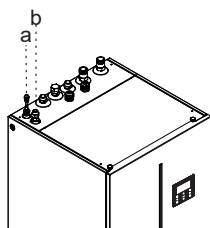

Fig.5-2
- Se a unidade de interior corresponder com a unidade de exterior (4/6 kW), a transferência 9,52-6,35 (consulte o quadro na página 8) deve ser montada na ligação do líquido refrigerante da unidade de interior (consulte a Fig.5-2); a transferência não é usada em outros tipos de unidade de exterior (8/10/12/14/16 kW).